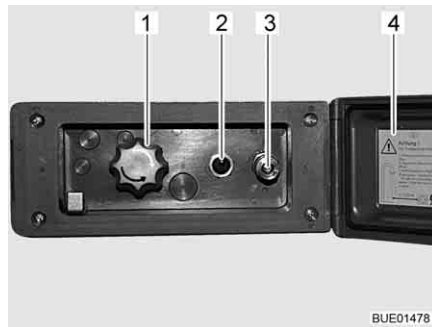

Bild 120 Duschanschluss außen
- Deckel (Bild 120,4) entriegeln und öffnen.
- Schlauch der Außendusche am Schnellverschluss (Bild 120,3) anschließen.
- Wasserpumpe mit Schalter (Bild 120,2) einschalten.
- Wassertemperatur mit Drehknopf (Bild 120,1) nach Wunsch einstellen.
- Wasserpumpe mit Schalter (Bild 120,2) ausschalten.
- Deckel (Bild 120,4) schließen und mit Schlüssel verriegeln.
- Drehknopf (Bild 120,1) auf Mittelstellung stellen.